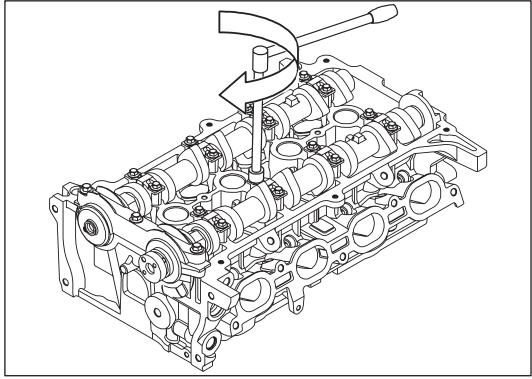
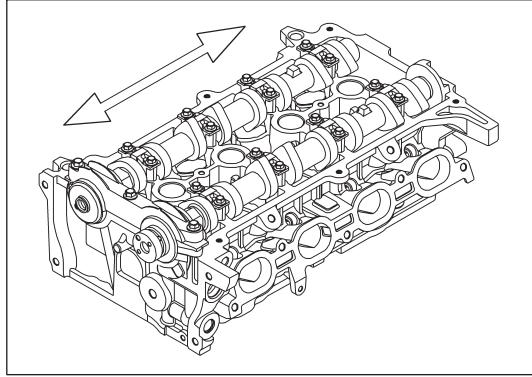

Рис. 12-3-28. Установка крышки подшипника распределительного вала
Рис. 12-3-29. Измерение осевого зазора распределительного вала
- ⑤ Установить крышки подшипников распределительного вала, затем, установив шайбу, затянуть болт ($M6 \times 38$) крышки подшипника, закрепив ее на головке блока цилиндров, как изображено на рис. 12-3-28.
- ⑥ Снять крышки подшипников распределительного вала.
- ⑦ При помощи измерительной шкалы на упаковке пластиковых пластин измерить ширину раздавленной пластиковой пластины в самом широком месте, что и будет соответствовать величине масляного зазора.
- » Перемещая распределительный вал вперед и назад, при помощи стрелочного индикатора измерить осевой зазор, как изображено на рис. 12-3-29.